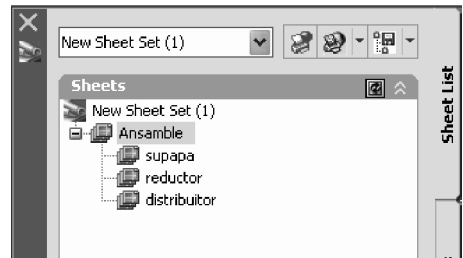

Fig. 10.52 Organizarea colecției *Sheet Set* pe capitole
- Organizarea colecției *Sheet Set* pe capitole – vezi Fig. 10.52.